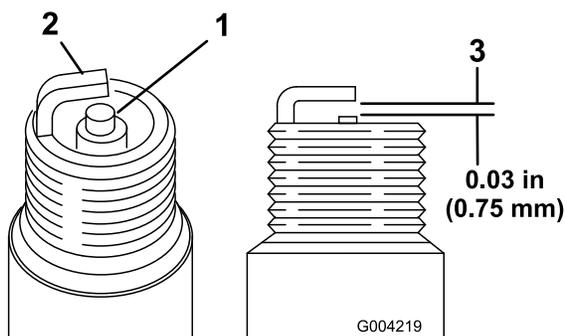

Рисунок 26
1. Осмотрите середину обеих свечей зажигания (Рисунок 26). Если вы видите на изоляторе светло-коричневый или серый налет, то двигатель работает должным образом. Черный налет на изоляторе обычно означает, что загрязнен воздухоочиститель.
2. Проверьте зазор между центральным и боковым электродами (Рисунок 26).
3. Если зазор неправильный, отогните боковой электрод (Рисунок 26).